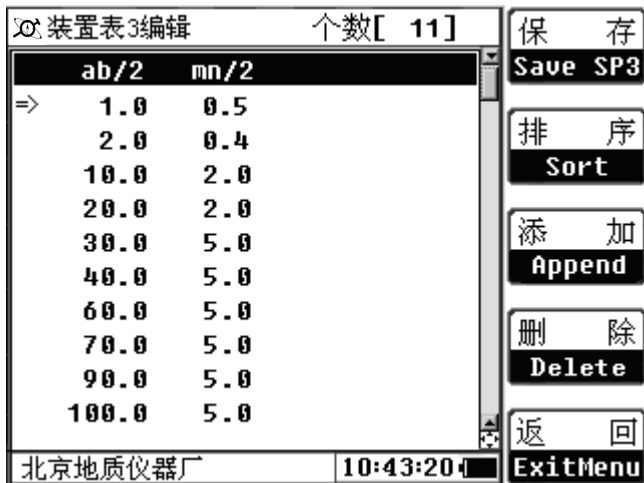

图 10
**SP3-编辑：**按此键进入后进入如图10所示界面，左边列出了表3已有的AB/2、MN/2值，个数超过10个，可以按数字键中的【PgUp】、【PgDn】进行查看，用户可以根据需要进行排序、添加和删除操作。